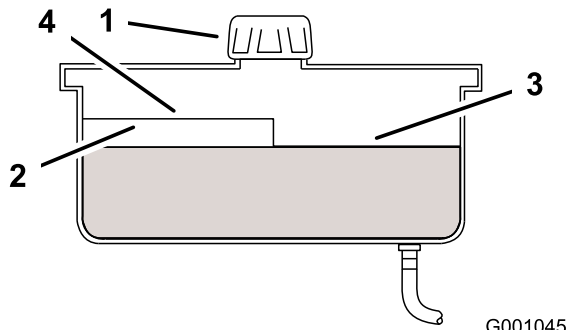

Figura 48
4. Pulite l'area attorno al tappo e al collo del bocchettone del serbatoio idraulico (Figura 48).
5. Togliete il tappo dal collo di riempimento. Guardate all'interno per verificare il livello del fluido nel serbatoio (Figura 48).
Nota: Il livello del fluido deve raggiungere la parte superiore del segno di livello 'caldo' del deflettore (Figura 48).